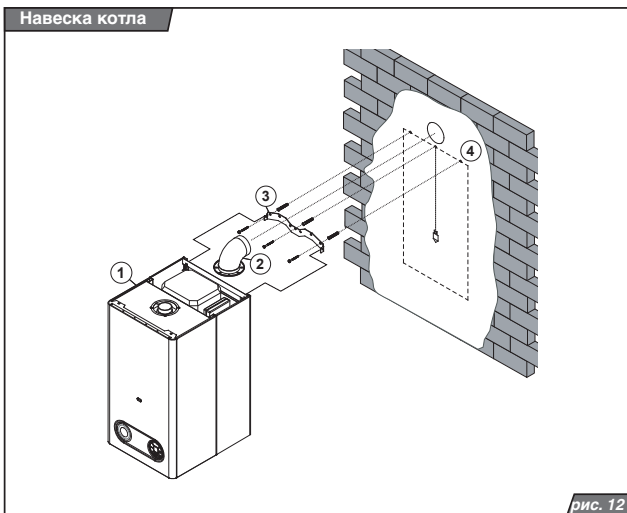

рис. 12
Порядок навески (рис. 12):
1. Для закрепления подвесной планки (входит в комплект поставки котла) котла на навесной стене обозначте линией верхнюю грань котла (рис. 12, поз. 4). Используйте уровень водяной.
2. На обозначенную линию приложите подвесную планку (рис. 12, поз. 3) и через её отверстия обозначте пункты. Последовательно просверлите соответствующие отверстия для хомутов. Установите хомуты в просверленные отверстия, установите подвесную планку а как следует её зацепите при помощи винтов.
3. Если должен устанавливаться вариант котла с принудительным отводом продуктов сгорания (KTZ), то в случае вывода непосредственно на фасад (рис. 12, поз. 2) измерьте отверстие для прохода соосных труб (смотри присоединительные размеры котла).